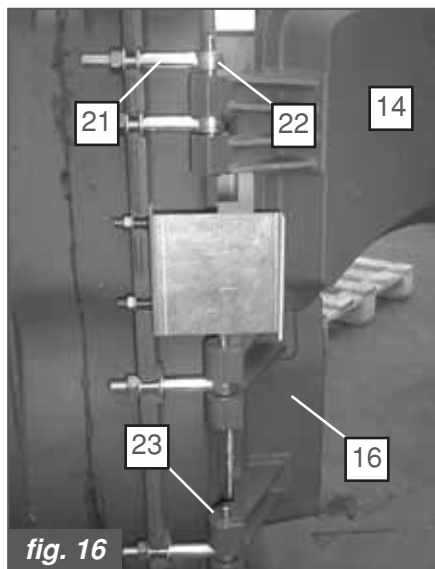

fig. 16
c) Montare lo sportello di pulizia **14** e lo sportello del bruciatore **16** impegnandoli nei tiranti ad occhiello **21** per mezzo dei rispettivi perni **22** e **23** (fig. 16).